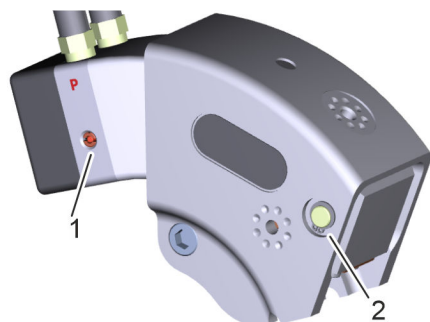

Рис. 14: Предохранительные устройства
12. ➤ Убедиться в том, что оба стопорных кольца (Рис. 14/2) установлены правильно. В случае повреждений или неправильного положения надеть и зажать стопорное кольцо с помощью съемника для стопорных колец (Рис. 13).
13. ➤ Убедиться в отсутствии утечки масла через предохранитель от избыточного давления (Рис. 14/1). В случае обнаружения утечек обратиться сюда ☎ «Сервисная служба PLARAD®» на странице 4.